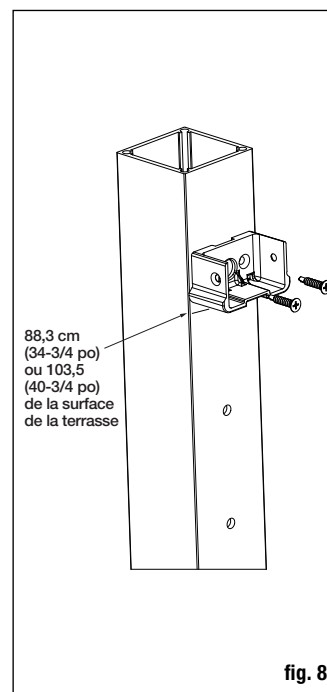
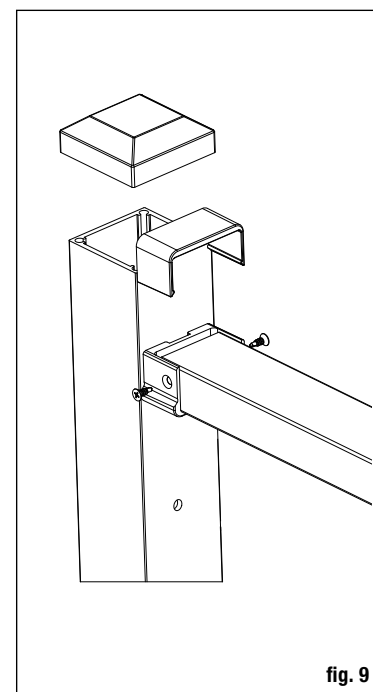

fig. 8
fig. 9
**Étape 7** Mesurez 88,3 cm (34-3/4 po) (garde-corps de 91 cm (36 po)) ou 104 cm (40-3/4 po) (garde-corps de 107 cm (42 po)) à partir de la surface de la terrasse et faites une marque sur le poteau. Placez la base du support supérieur sur la marque, centrée avec le poteau comme indiqué. Marquez l'emplacement des deux trous. Percez des trous pilotes à ces endroits à l'aide d'un foret de 3 mm (1/8 po). Fixez la base du support à l'aide de (2) vis pour poteau de support n°10 x 2,5 cm (1 po) (D). Répétez l'opération avec l'autre base de support sur l'extrémité opposée du poteau. *Conseil : Utilisez une rallonge pour éviter d'abîmer la traverse avec le mandrin de la perceuse. Installez toutes les traverses avant d'installer le câble.* (fig. 8)
**Étape 8** Une entretoise de câble (F) est nécessaire au moins tous les 0,9 m (3 pi) (1 est incluse dans la trousse de 1,8 m (6 pi), 2 sont incluses dans la trousse de 2,4 m (8 pi)). Fixez les connecteurs d'entretoises (G) au bas de la traverse supérieure. Effectuez un perçage préalable en utilisant un foret de 3 mm (1/8 po). Fixez les entretoises aux connecteurs d'entretoises. Marquez l'emplacement de l'entretoise sur la surface de la terrasse et fixez l'autre connecteur d'entretoise à la terrasse à l'aide des vis de connexion n°8 x 2,5 cm (1 po) incluses (H).
**Étape 9** Remplacez la section du garde-corps sur les bases de support installées de sorte que les entretoises de câble soient placées sur les connecteurs d'entretoises précédemment fixés à la surface de la terrasse. À l'aide d'un foret de 3 mm (1/8 po), percez des avant-trous dans les traverses à travers les trous des supports latéraux. Fixez les traverses aux bases des supports à l'aide des (2) vis pour traverse de support n°8 x 1,27 cm (1/2 po) (E) fournies, comme illustré. Placez les capuchons des supports sur les bases comme indiqué (fig. 9).